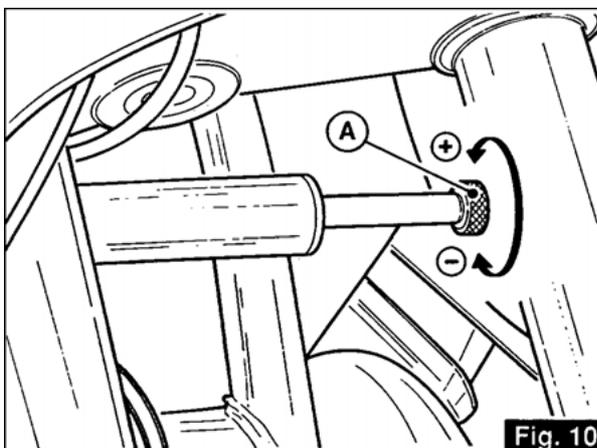

Fig. 10
3.14 AMORTISSEUR DE DIRECTION (fig. 10)